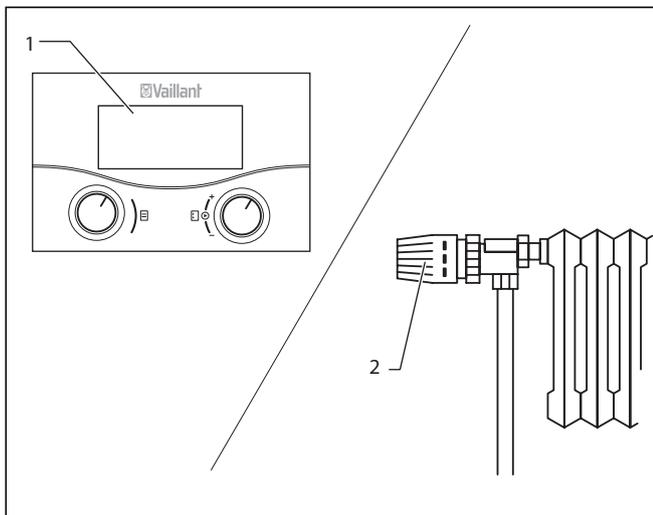

Abb. 6.10 Raumtemperaturregler/witterungsgeführte Regler einstellen
- Stellen Sie den Raumtemperaturregler, den witterungsgeführten Regler (1) (Abb. 6.10) sowie die Heizkörper-Thermostatventile (2) (Abb. 6.10) gemäß den entsprechenden Anleitungen dieser Zubehörteile ein.